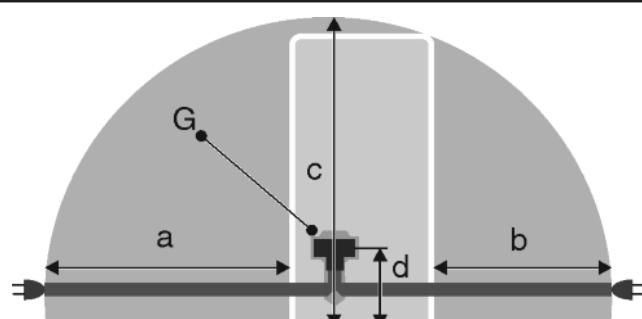

Fig. 31
- Контактът трябва да е извън зоната на задната страна на уреда и в рамките на дефинираната зона Fig. 31 (a, b, c).
- Включете щепсела на уреда Fig. 31 (G) от задната страна на уреда. Обърнете внимание на доброто фиксиране.